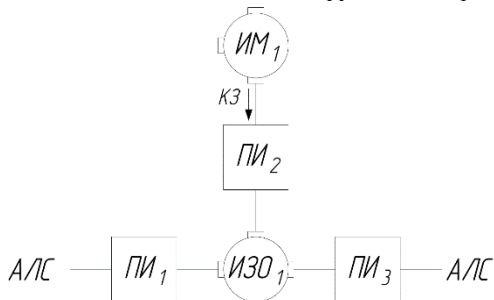

Рисунок 4 – Схема структурная включения ИМ-Ех-П в ответвления от АЛС для имитации обрыва и КЗ
8.3 Размещение ИМ-Ех-П в четырехпроводной АЛС для имитации обрыва и КЗ за последним ИП в радиальном ответвлении от линии связи (рисунок 4). В радиальное ответвление могут включаться как автоматические, так и ручные пожарные извещатели.